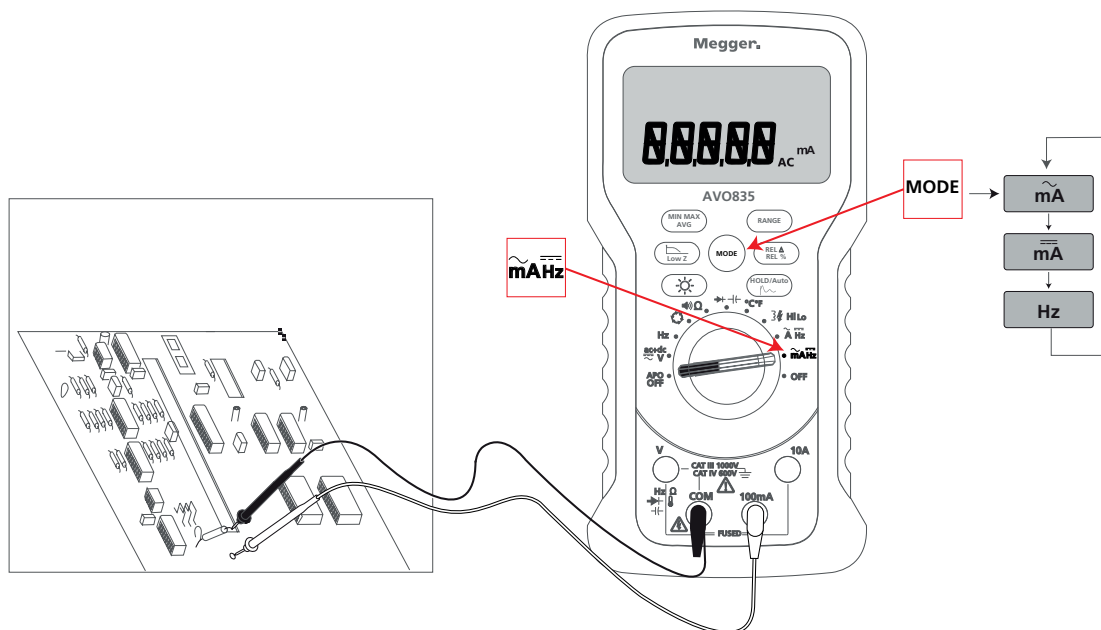

Abb. 13: Einstellung für Stromstärken ≤ 100 mA
1. Stellen Sie das Gerät ein, wie in Abb. 13 beschrieben.